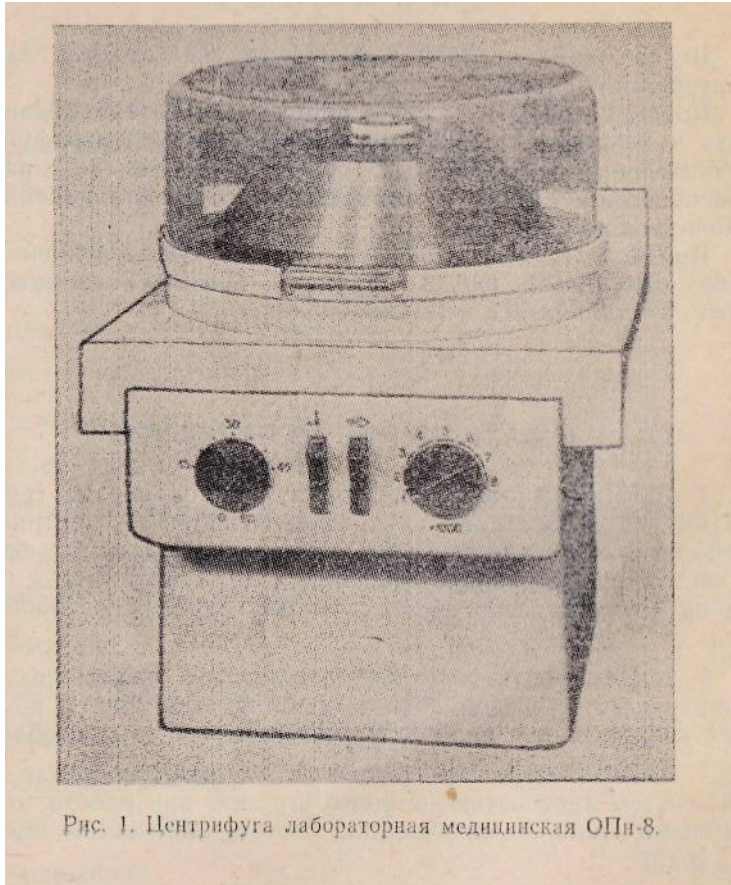

Рис. 1. Центрифуга лабораторная медицинская ОПн-8.
1. 1. Центрифуга лабораторная медицинская (рис. 1) ОПн-8 (в дальнейшем центрифуга) является центрифугой лабораторной периодического действия, 'обычной, переносной' с частотой вращения до 8000 min.⁻¹, применяемой для разделения неоднородных жидких систем в поле центробежных сил.